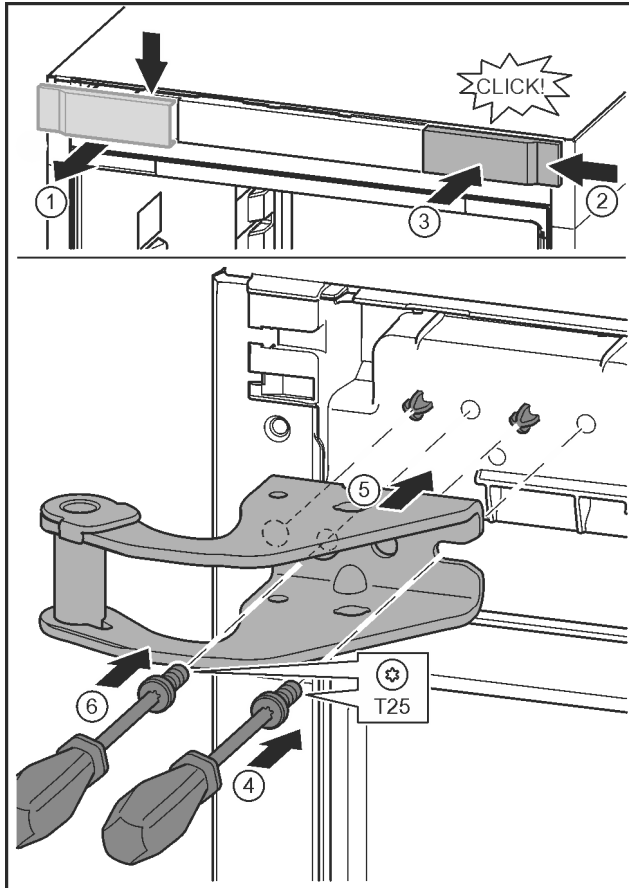

Fig. 13
- ▶ Desprindeți capacul și scoateți-l în lateral. Fig. 13 (1)
- ▶ Acroșați pe cealaltă parte din dreapta capacul rotit cu 180°. Fig. 13 (2)
- ▶ Fixați capacul în poziție. Fig. 13 (3)
- ▶ Aplicați șurubul cu șurubelnița T25. Fig. 13 (4)
- ▶ Aplicați suportul de lagăr superior. Fig. 13 (5)
- ▶ Înșurubați ferm șurubul. Fig. 13 (4)
- ▶ Introduceți șurubul cu șurubelnița T25 și înșurubați ferm. Fig. 13 (6)